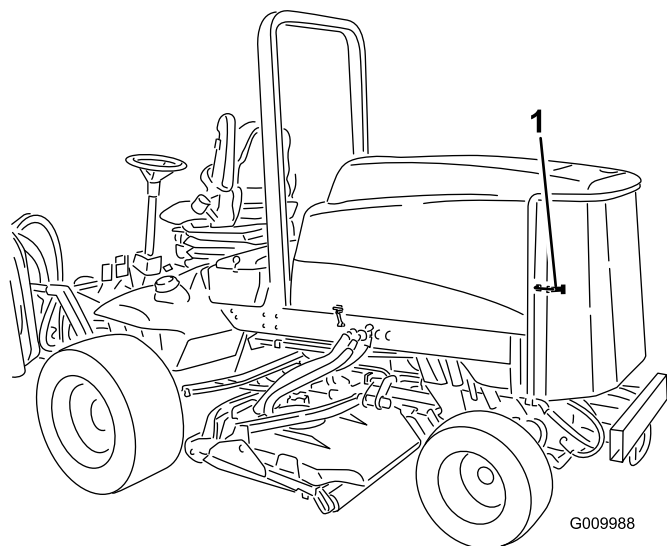

Figura 72
1. Desenganche y abra la rejilla trasera (Figura 72).